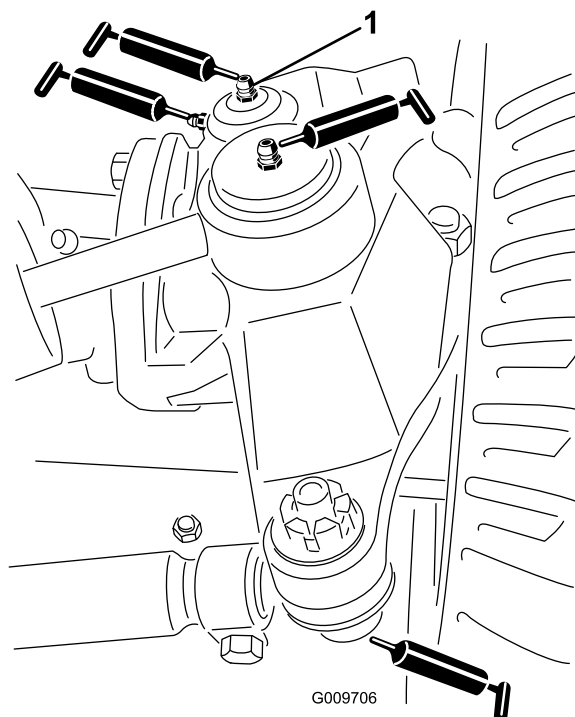

**Рисунок 83**
- Шаровые опоры гидроцилиндра рулевого управления (2 шт.) (Рисунок 83)
- Шаровые опоры стяжной тяги (2 шт.) (Рисунок 83)
- Втулки поворотных шкворней (2 шт.) (Рисунок 83). **Верхнюю масленку на поворотном шкворне следует смазывать только раз в год (2 хода насоса).**